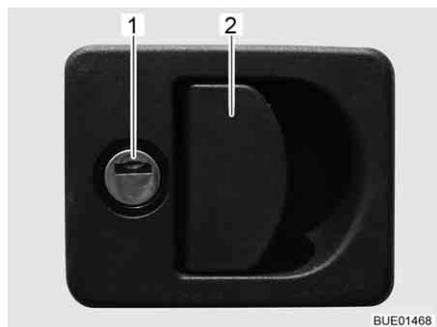

Fig. 63 Cerradura de la trampilla con tirador concha
- Introducir la llave en el cilindro de cierre (Fig. 63,1) y girarla un cuarto de vuelta. La cerradura de la trampilla está desbloqueada.
- Tirar del asidero de la cerradura (Fig. 63,2). La trampilla exterior está abierta.